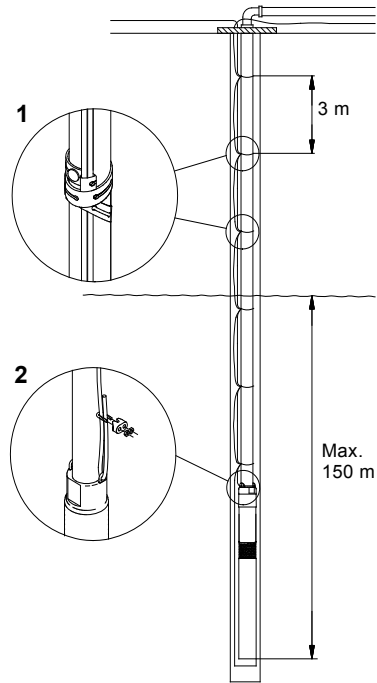

Fig. 11
Fig. 11 visar en pumpinstallation med upplysning om:
Kabelklammer skall användas var 3:e meter, se fig. 11.
**Max.** installationsdjup under statisk vattenspiegel: 150 m, se fig. 11.
Det rekommenderas att säkra pumpen med en avlastad vajer, se fig. 11, pos. 2.